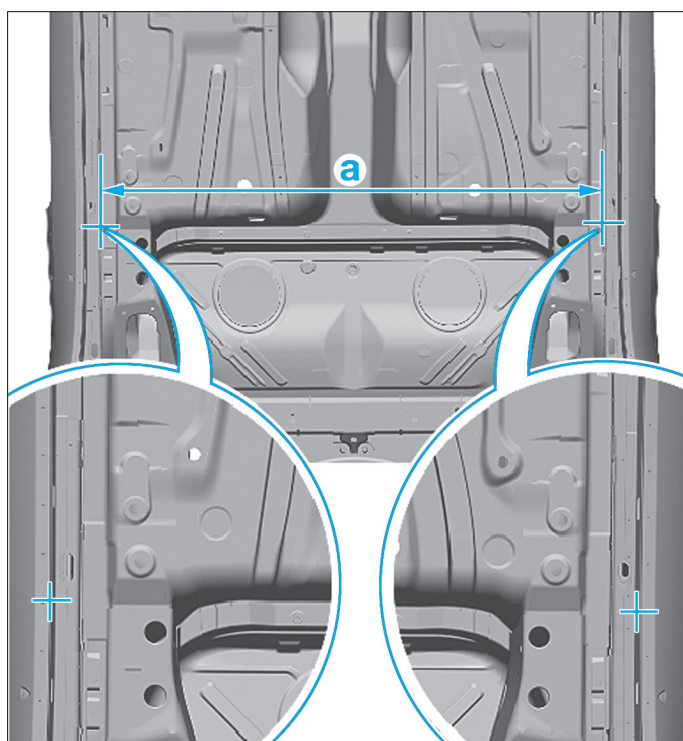

FIG.9
- Verrouiller les pièces 12-13 dans les tours MZ080 selon (Fig.9).